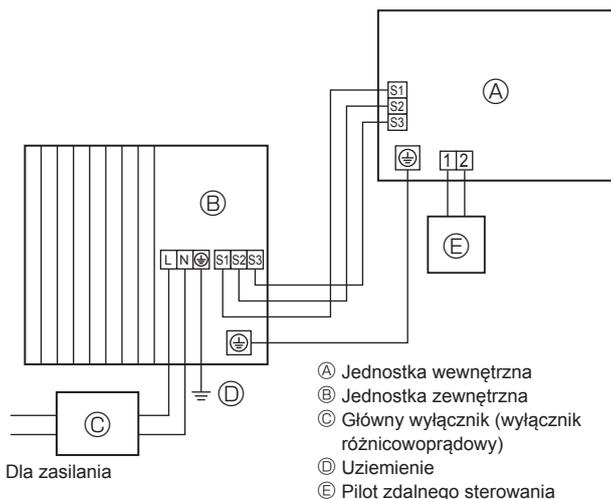
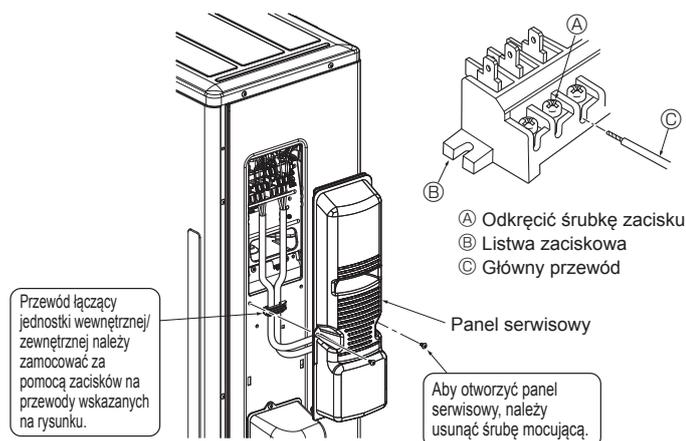
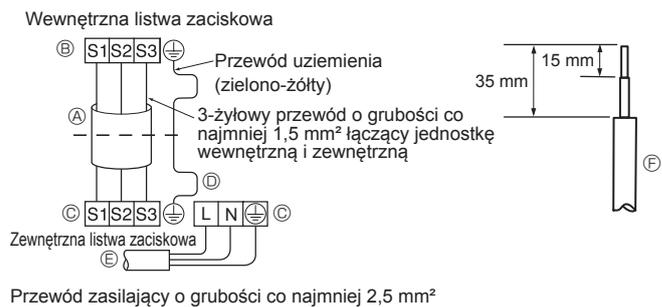

Fig. 6-1
Fig. 6-3
Fig. 6-2
### 6.1. Jednostka zewnętrzna (Fig. 6-1, Fig. 6-2, Fig. 6-3)
- ① Usunąć panel serwisowy.
- ② Podłączyć przewody zgodnie z Fig. 6-1, Fig. 6-2 i Fig. 6-3.
- Przewody należy poprowadzić zgodnie ze schematem po lewej stronie poniżej (przewód zakupić we własnym zakresie) (Fig. 6-2). Należy stosować tylko przewody o odpowiedniej biegunowości.